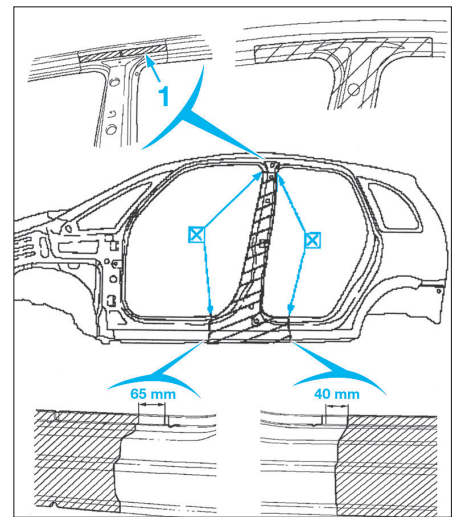

FIG. 38
- Déposer par perçage la baguette réceptrice d'étanchéité (1).
- Découper et déposer le pied milieu (X) en tenant compte de la longueur de la pièce neuve (Fig.38).